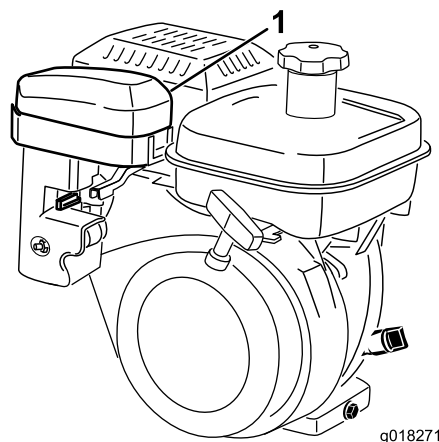
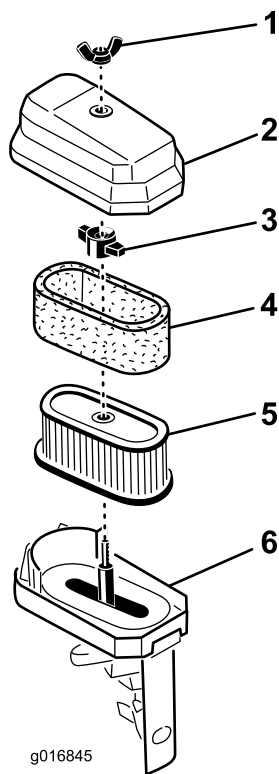

Figura 32
Figura 33
2. Togliete il dado ad alette che fissa il relativo coperchio al filtro dell'aria e rimuovete il coperchio. Pulite accuratamente il coperchio (Figura 32 e Figura 33).
3. Se l'elemento in schiuma sintetica è sporco, rimuovetelo dall'elemento di carta (Figura 33). e pulitelo accuratamente.